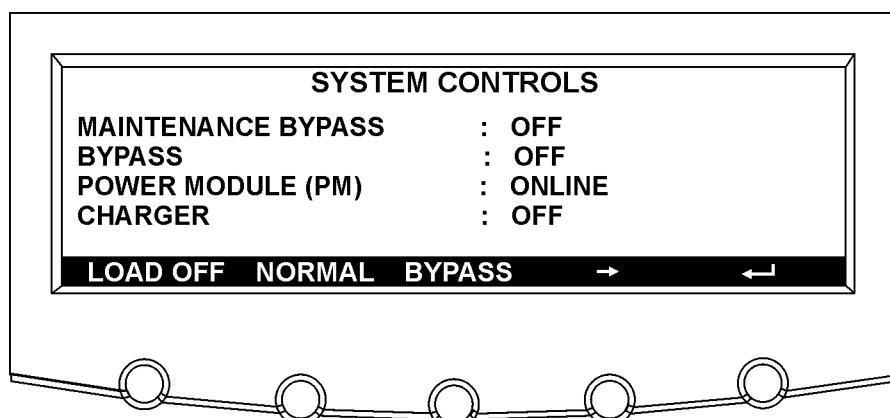
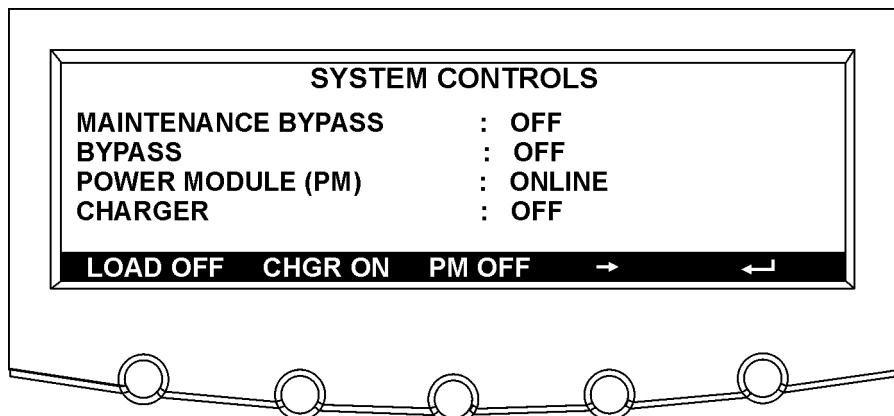

Рисунок 5-5. Экран System Controls 1
Рисунок 5-6. Экран System Controls 2
Нажмите кнопку CONTROLS в основном меню, чтобы перейти к экрану System Controls. Этот экран позволяет управлять функциями LOAD OFF, нормальной работы, перехода в режим байпаса, контроля зарядного устройства, включения и выключения силового модуля. Кроме того, данный экран показывает текущий статус ИБП и отражает, работает ли устройство в режиме Maintenance Bypass или Bypass, а также состояние силового модуля (PM) и зарядного устройства. На Рис. 5-5 и Рис. 5-6 показаны экраны System Controls.